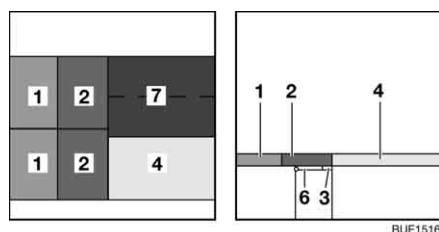

Fig. 140 Depois da transformação
- Coloque os estofos do assento (Fig. 140,2) sobre a tampa articulada aberta do banco arca.
- Desdobre o estofa adicional (Fig. 140,7) e coloque-o em frente ao estofa do assento (Fig. 140,4) sobre a mesa.